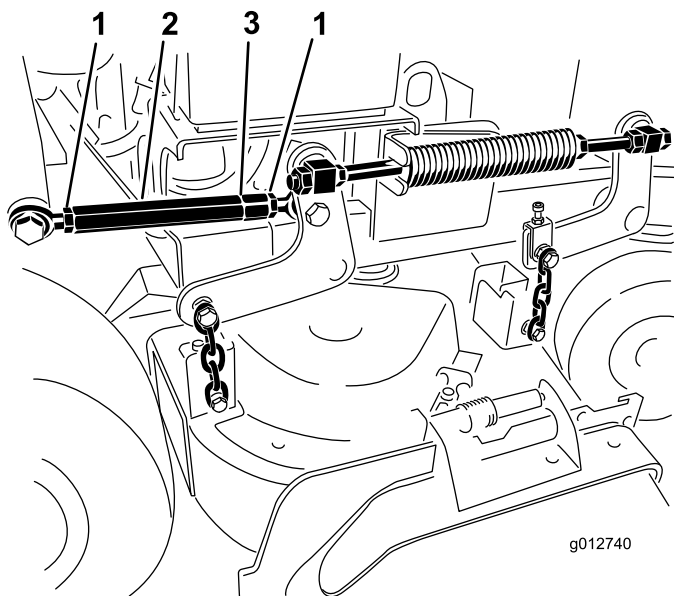

Bild 88
7. Lösen Sie die Klemmmuttern an beiden Seiten der Spannschraube (Bild 88).
- Hinweis:** Das Ende der Spannschraube mit der Rille hat ein Linksgewinde (Bild 88).